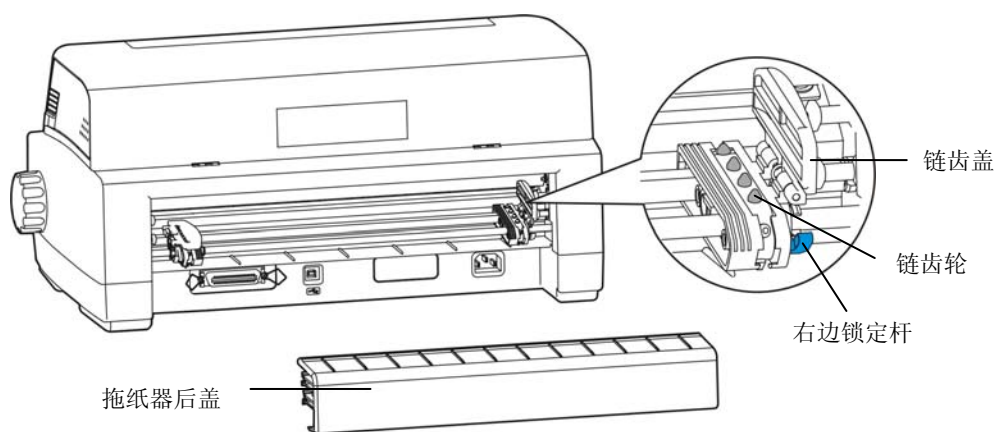

图 3-4 拆卸拖纸器后盖
6. 如纸张皱折，请修正右边锁定杆于正确位置（如图 3-4 所示）。